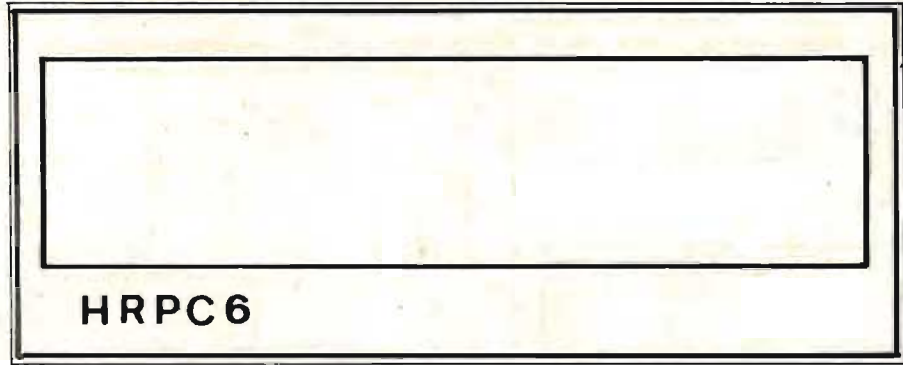

Fig. 13. - Scotchcal de face avant.
2. Décors avant et arrière. Papier à dessin noir ou Scotch-cal. Figures 13 et 14.